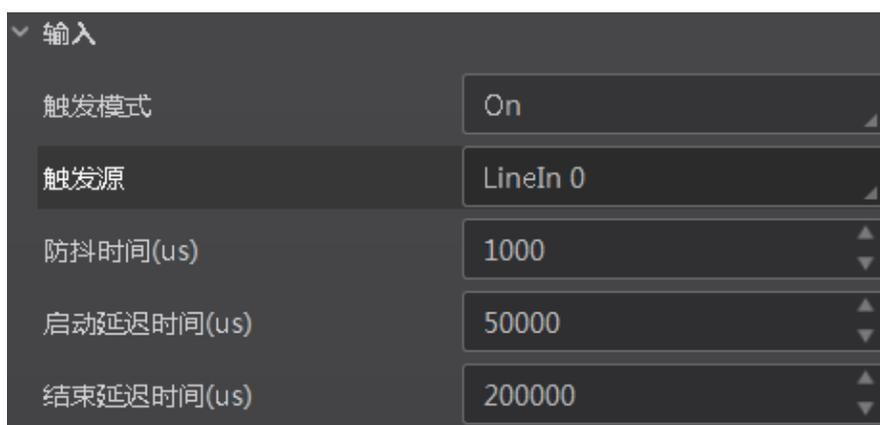
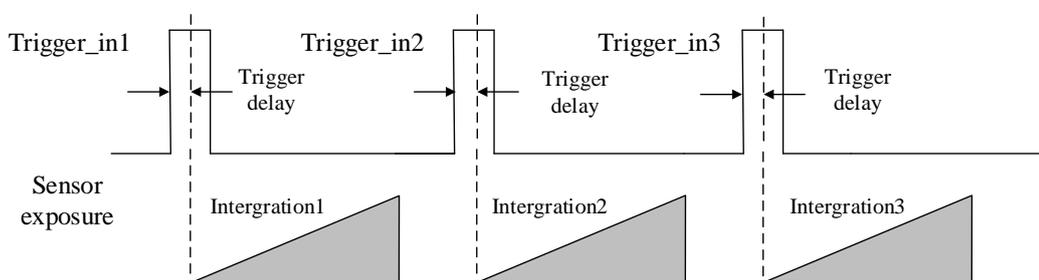

图3-14 触发延迟设置
图3-15 信号延迟原理
为保证包裹的头部和尾部的条码可以正常识别，需要设置触发的启动延迟时间和结束延迟时间，单位为 μs ，如图 3-14 所示。关于触发延迟的原理，如图 3-15 所示。
- 触发延迟时间（图 3-15 中的 Trigger delay）=包裹遮挡传感器时间+（结束延迟时间-启动延迟时间）。包裹遮挡传感器时间由包裹物理长度及传送带的速度共同决定。